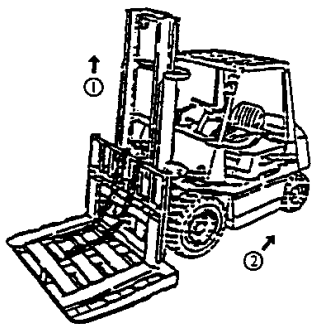

рисунок 8-8
10) Поднимите внутреннюю мачту (① на рис. 8-8)
11) Убедитесь, что рама вилок уже отделена от внешней мачты, а затем приведите вилочный погрузчик в движение в обратном направлении (② на рис. 8-8).